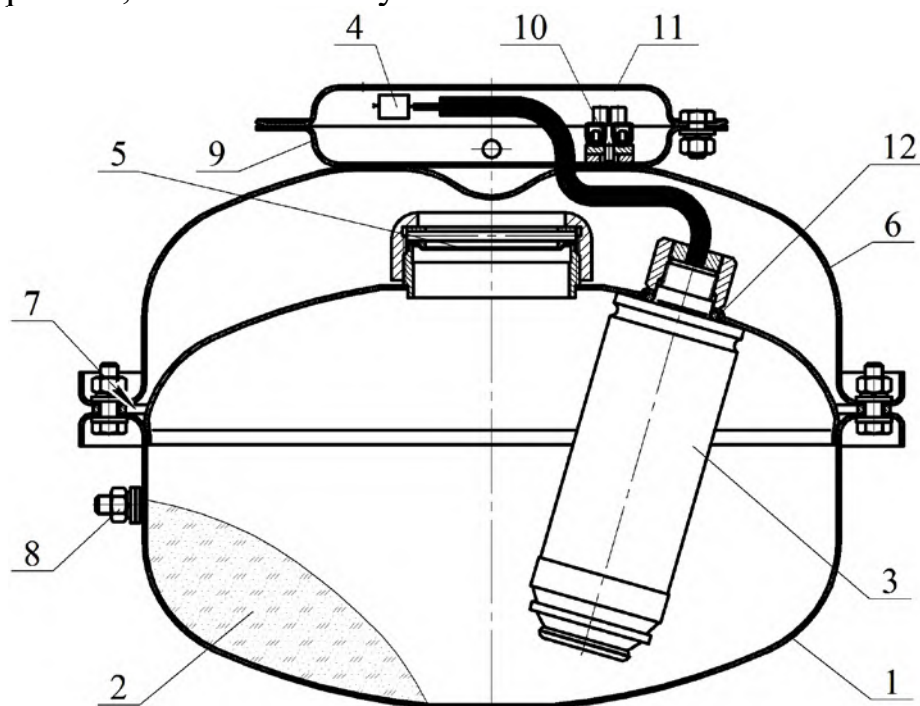
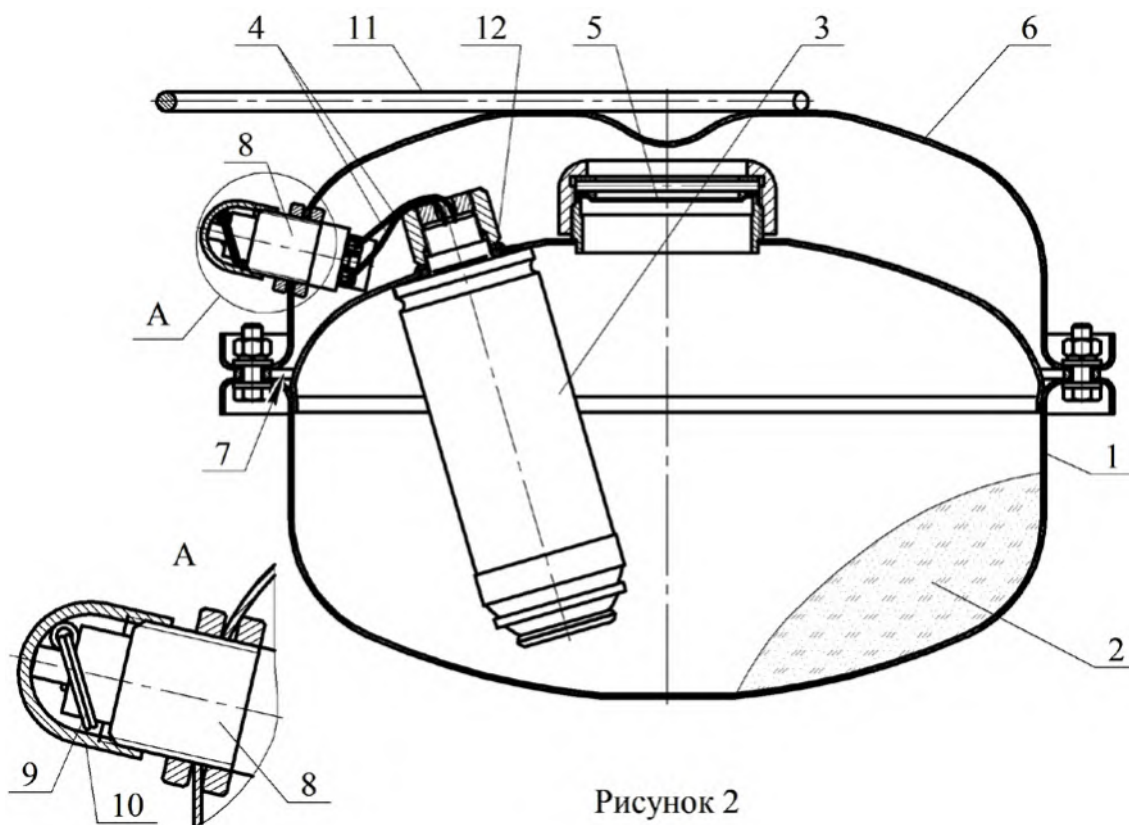
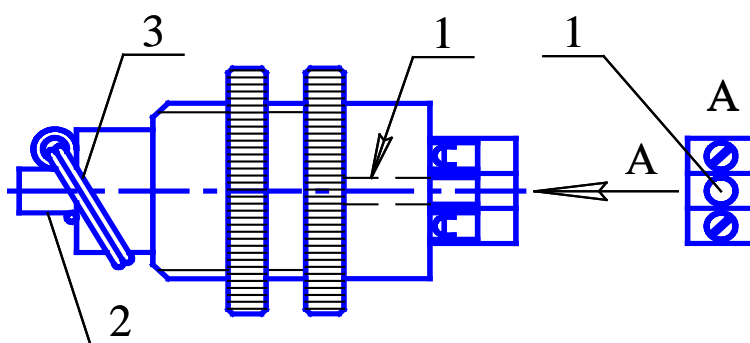

Рисунок 1
Рисунок 2
Рисунок 5
4.1.1 МПП (см. рисунок 1) состоит из корпуса **1**, в котором размещаются огнетушащий порошок (далее по тексту - ОП) **2** и источник холодного газа (далее по тексту - ИХГ) **3** с элементом электропусковым **4**. Сопловое отверстие для выхода ОП из корпуса перекрыто мембраной **5**. Со стороны соплового отверстия корпус **1** соединен с отражателем **6**. Насадок - распылитель **7** для выхода ОП представляет щелевой зазор между корпусом **1** и отражателем **6**. Модуль имеет заземляющий зажим **8**. На отражателе установлен фланец **9**, в котором для соединения выводов элемента электропускового с вводной цепью пускового устройства расположен зажим контактный-винтовой **10**. МПП снабжён кронштейном **11** для крепления к потолочному перекрытию, стене или полу.
4.2.1 МПП (см. рисунок 2) состоит из корпуса **1**, в котором размещаются ОП **2** и ИХГ **3** с элементом электропусковым **4**.
- хранение МПП без заглушки **10** (см. рисунок 2);
6.1.2 Закрепить кронштейн **11** (см. рисунок 1) на потолке, стене, полу или иной несущей поверхности. Координаты отверстий в кронштейне, предназначенном для крепления МПП, показаны на рисунке 3.
6.2.2 Взять МПП за ручку **11** (см. рисунок 2), свободной рукой с устройства пускового ручного **8** снять заглушку **9** и извлечь чеку **10**.
- ИХГ-5(М)-01 СИАВ 066614.025.000 ТУ для МПП(Н)-5-И-ГЭ-У2, ИХГ-5(М)-02 СИАВ 066614.025.000 ТУ для МПП(Н-Т)-5-И-ГЭ-У2, ИХГ-5(М)-06 СИАВ 066614.025.000 ТУ для МПП(Н-Т1)-5-И-ГЭ-У2 (поз. 3 рисунок 1) или ИХГ-5(М)-05 СИАВ 066614.025.000 ТУ (поз. 3 рисунок 2) для МПП(Н-Р)-5-И-ГЭ-У2 – 1 шт.;
7.4 Для восстановления устройства пускового ручного после срабатывания МПП необходимо через отверстие **1** (см. рисунок 5) в основании устройства поднять шток **2** и закрепить чекой **3**. Для подъема штока **2** необходимо использовать незаостренный стержень диаметром 1,5...2 мм. После восстановления верхнюю часть узла активации закрыть заглушкой **10** (см. рисунок 2).